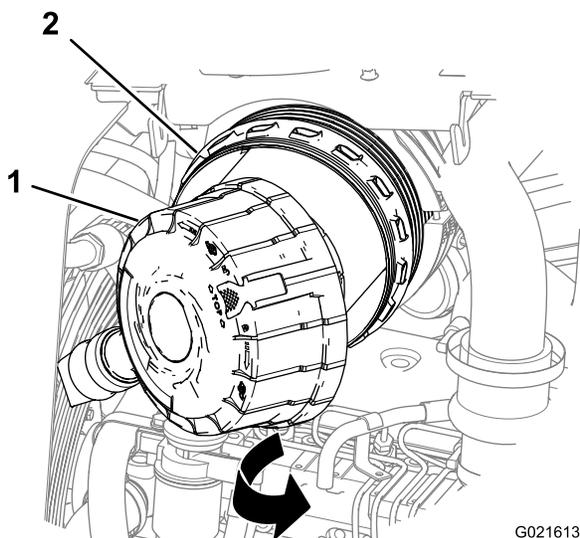

Figura 49
4. Puxe e retire a tampa do corpo do filtro de ar (Figura 49).
2. Alinhe a tampa do filtro de ar com o corpo (Figura 49).
3. Com um pano limpo e úmido, limpe o interior do corpo do filtro (Figura 49).
3. Limpe o interior do corpo do filtro com um pano limpo e úmido (Figura 49).